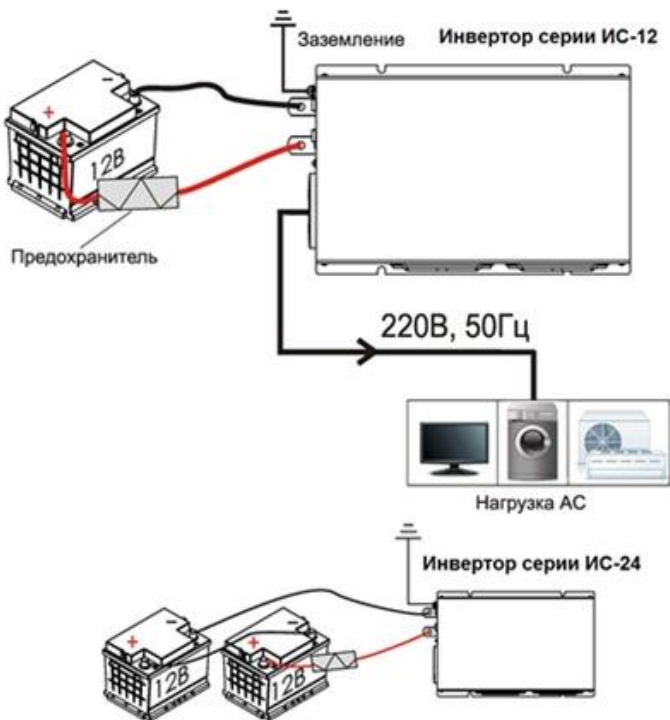

Рисунок 2 - Схема подключения инверторов серии ИС.
8.3 Подключение инвертора производится в следующем порядке согласно Рис.2:
– подсоедините инвертор к аккумулятору с помощью входных кабелей через проходной предохранитель, расположенный непосредственно на плюсовой клемме аккумулятора (номинал предохранителя указан на Рис.2). Входные кабели подсоединять к инвертору с помощью болтов, обеспечивая усиленную затяжку. Сечение кабеля выбирать согласно данным табл. 6.1.